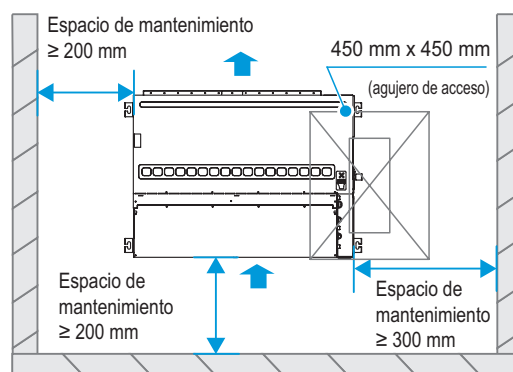

Figura 1
- ✓✓ Hay espacio suficiente para la instalación y el mantenimiento (consulte la figura 1).